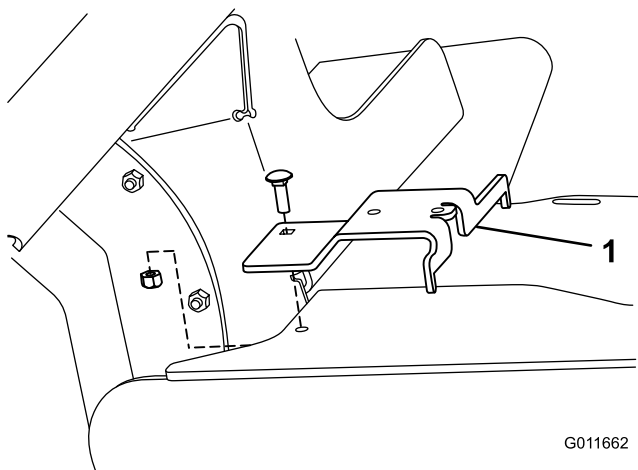

Figura 13
1. Con un bullone a testa tonda (5/16" x 1") e un dado di bloccaggio (5/16"), montate la staffa del collettore sul telaio della catenaria nel foro rimasto aperto dopo la rimozione della fascetta stringitubo (Figura 13).